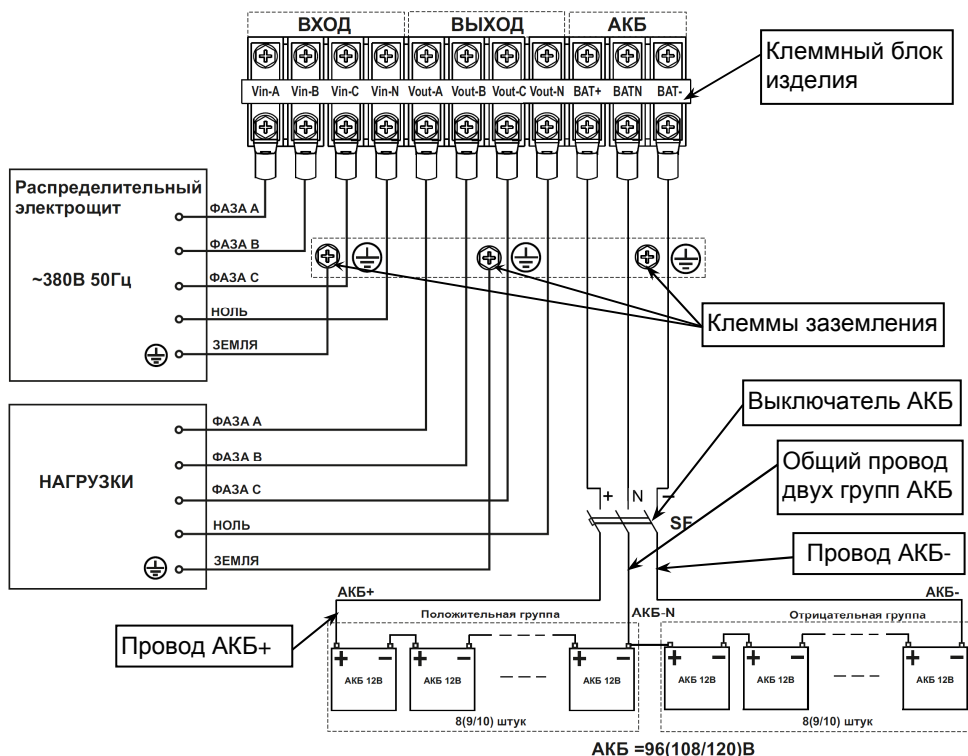

Рисунок 23 — Схема подключения изделия и монтажа аккумуляторной батареи.
Между АКБ и изделием должен быть подключен DC — совместимый терромагнитный защитный автоматический выключатель SF, на номинальный ток 80А, (или комплект предохранителей), расположенный как можно ближе к АКБ, см. рисунок 23.
Автоматический выключатель SF следует перевести в выключенное положение и затем выполнить, **с соблюдением полярности**, последовательное соединение батарей 12В, в соответствии с двуполярной схемой (см. рисунок 23) при помощи перемычек АКБ (НЕ входят в комплект поставки).
- подключение кабелей к клеммному блоку выполняйте в соответствии со схемой (см рисунок 23) и маркировкой, нанесенной на клеммном блоке изделия;
- подключите провода заземления кабелей подключения питающей сети и нагрузки к клеммам заземления (см. рисунок 23);
- Включите защитный автоматический выключатель АКБ (SF) (см. рисунок 23), подождите около 30 секунд;